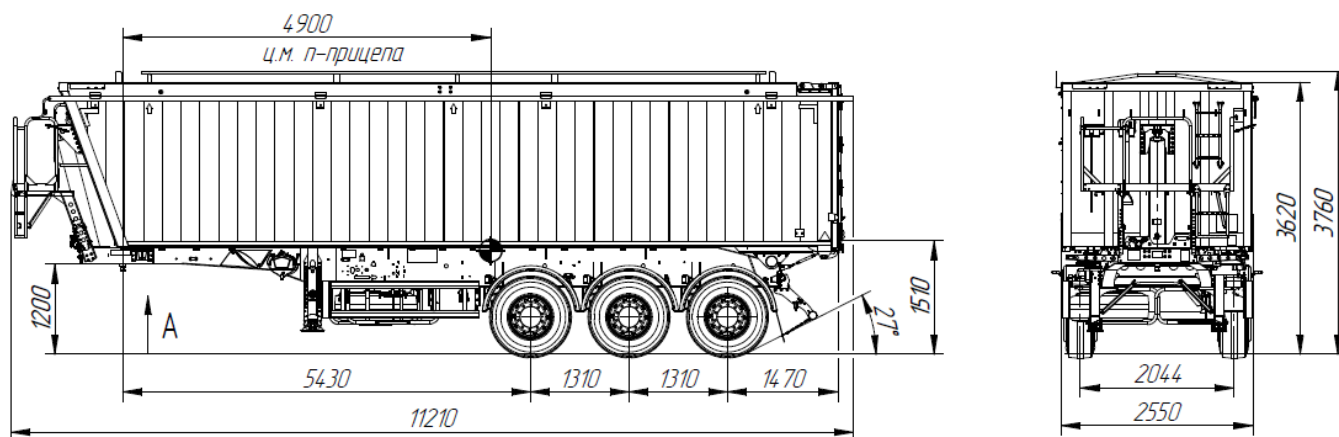

Рис. 3А. Полуприцеп-самосвал модели 924900-50А.ND. Общий вид.
**Полуприцеп с платформой из алюминиевых сплавов (квадратного исполнения, рис. 3, 7, 8) предназначен для перевозки различных зерновых культур.**